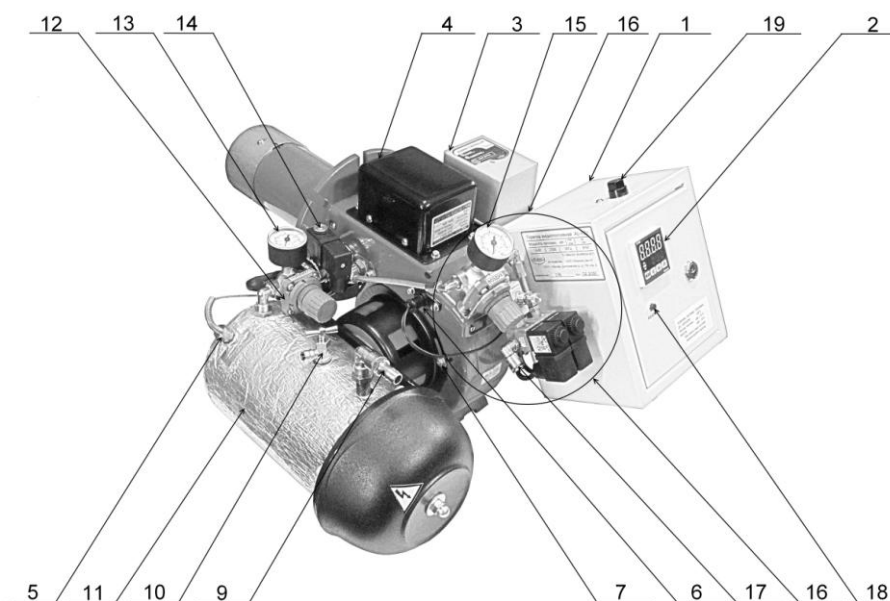
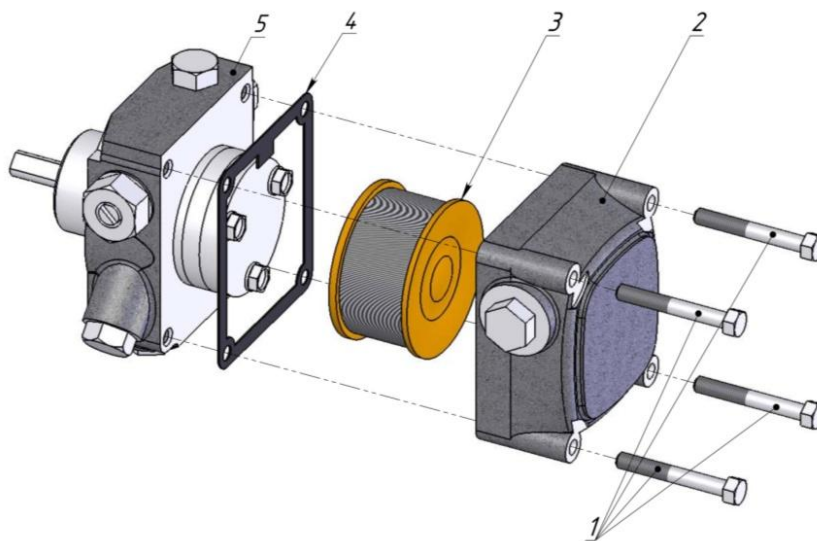
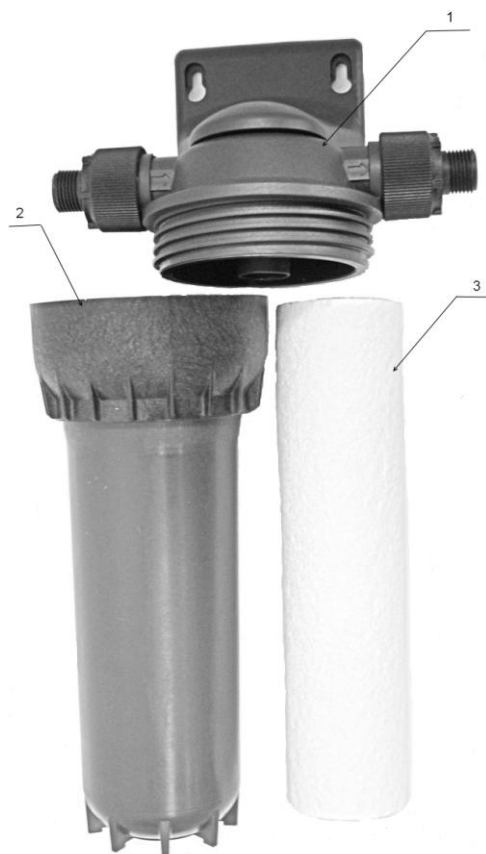

Рис.7. Органы управления и узлы контроля параметров Горелки.
Рис. 17. Схема разборки насоса
Рис.18. Фильтр тонкой очистки топлива.
Температурный контроллер используется для точного поддержания оптимальной температуры от 20 до 71°C топлива в подогревателе топлива (Рис. 7, поз. 2) и подачи команды запуска Горелки на топочный автомат (AL1) гаснет при достижении температуры масла на 6°C менее заданной.
Регулировка давления топлива для одноступенчатых Горелок осуществляется регулятором давления топлива (Рис. 7, поз. 12). Давление контролируется по манометру (Рис. 7 поз.13). Для Горелки AL-4V давление топлива должно находиться в пределах от 0,05 до 0,45 бар. Для Горелки AL-10V\(T\) давление топлива должно находиться в пределах от 0,05 до 0,45 бар.
Для регулировки вторичного воздуха (Рис.7 поз.7) для одноступенчатых Горелок установите положение воздушной заслонки в положение от 0 до 10 (Рис. 12)
После того как температура в подогревателе топлива (Рис. 7, поз. 11) стала на 6 °С ниже заданной на температурном контроллере (Рис. 8) выключается AL-1 и подается команда на включение Горелки. На блоке управления Горелкой загорается зеленый индикатор «Сеть» (POWER) и Горелка находится в режиме ожидания, готовая к запуску.
3.4.7 Индикатор АВАРИЯ (Рис.7 поз.18)
Для предотвращения данной ситуации, в огневой трубе установлен температурный датчик, отключающий горелку при достижении температуры 90 °С. При этом светится индикатор АВАРИЯ (Рис.7 поз.18) . Для сброса сигнала АВАРИЯ, открутите декоративный колпачок (Рис.7 поз.19) и нажмите кнопку СБРОС АВАРИИ, ее нужно утопить на 1-2 см до щелчка, после чего индикатор АВАРИЯ погаснет.
3.5.2. Заполните топливом всасывающий трубопровод, насос, фильтр и топливный бак Горелки. Для чего в комплекте топливного насоса предусмотрен кабель (Рис.14 поз.6) с вилкой прямого питания от сети 220 В, соедините кабель (поз.6) с разъемом топливного насоса (поз.2). На топливном баке Горелки есть кран сброса воздуха (Рис. 7, поз. 10). Подключите топливный
ВНИМАНИЕ! Перед подачей напряжения на Горелку обязательно заполните топливный бак Горелки (Рис.7 поз.11). В противном случае существует опасность выхода из строя ТЭНов топливного бака.
- следить за давлением топлива манометр (Рис.7 поз. 13), подаваемого на форсунку;
- при падении давления топлива манометре на 0,05 бар (Рис.7 поз.13) проверить состояние фильтра насоса (Рис.17) выполнить очистку фильтра топливного насоса п.4.5.1, произвести замену фильтрующей вставки (Рис.18) фильтра тонкой очистки п.4.5.2;
5. Проверка работы топливного насоса (Рис. 17).
7. Проверка загрязнения фильтра топливного насоса (Рис.17) и фильтра тонкой очистки (Рис.18).
Для выполнения технического обслуживания топливного насоса (Рис. 17) необходимо открутить 4 болта 1, снять крышку насоса 2 и прокладку 4, провести еженедельный регламент работ по очистке фильтра 3.
Для сборки насоса (Рис. 17) необходимо установить прокладку насоса 4 на нагнетательный узел 5, фильтр 3 установить в крышку 2, все смонтировать болтами 1 в соответствующие пазы корпуса насоса.
4.5.2 Обслуживание фильтра тонкой очистки заключается в замене фильтрующих вставок из полипропилена, размер 10'', фильтрующая способность 20 мкм. Для замены отверните колбу фильтра (Рис.18 поз.2), от корпуса фильтра (Рис. 18 поз.1) , замените фильтрующую вставку (Рис.18 поз.3), установите колбу на место.